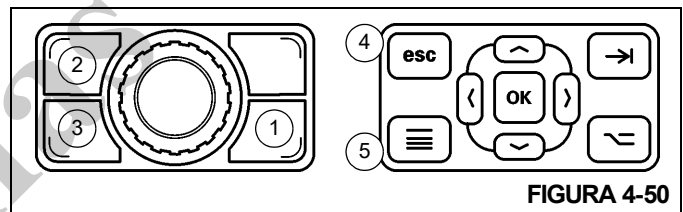

FIGURA 4-50
- Pressione o Botão de alternância de tela (1, Figura 4-50) no Botão rotativo para selecionar o controle de tela do ODM, então pressione o Botão Esc (2) para a Tela principal ou o Botão Menu (3) para a Tela de menu.
- Pressione o Botão Esc (4, Figura 4-50), na Placa de controle de navegação do ODM, para a Tela principal ou o Botão Menu (5) para a Tela de menu.